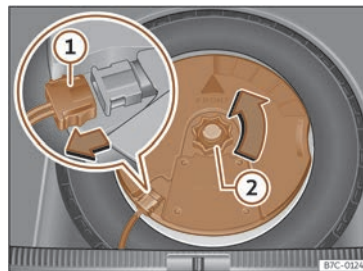

Fig. 228 Dans le coffre à bagages : démonter le subwoofer.
- Déconnectez le câble du haut-parleur *subwoofer*»» fig. 228 ①.
- Dévissez la molette de fixation en la tournant dans le sens inverse des aiguilles d'une montre»» fig. 228 ②.